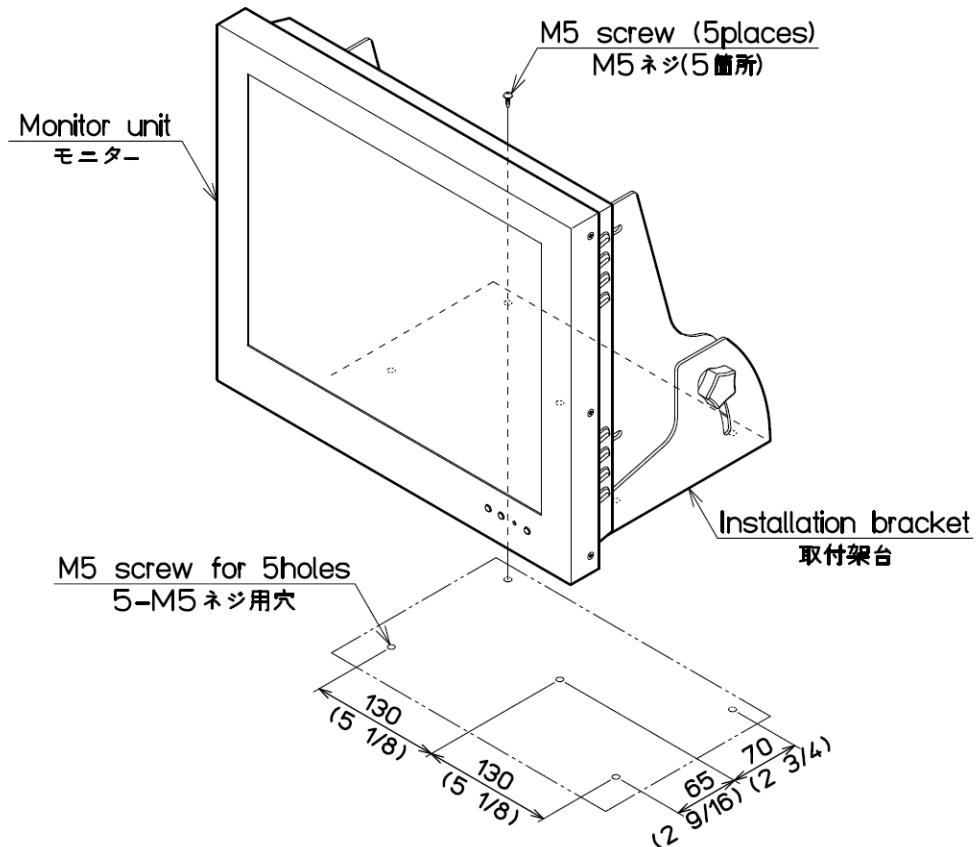

図 1.7 17 インチ LCD モニターの卓上取付図
- (2) 設置場所の取付位置にマーキングします。(図 1.7 参照)
- (3) 取付架台とマーキング位置が合うかを確認します。不具合があればマーキング位置を修正します。
- (4) 取付架台を設置する場所に、5mm のタッピングネジ (または M5 なべ小ネジ) 5 本で固定します。(5mm ネジは取り付け部の厚さに応じたネジを手配してください。)